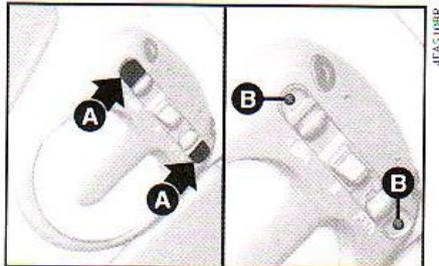

fig. 43
### LUZ INTERNA DIANTEIRA - figs. 43 ou 44
1) Retirar os tampões de plástico **A**-fig. 43 ou 44.